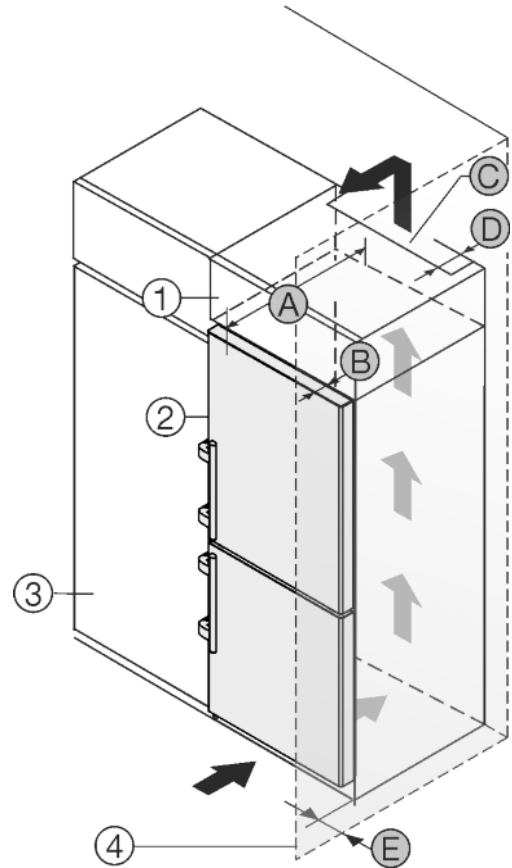

Fig. 45
Пристрій можна комбінувати з кухонними шафами. Для того, щоб пристрій *Fig. 45 (2)* вирівняти по висоті кухонної секції, на пристрій можна встановити антресольну секцію *Fig. 45 (1)*.
Пристрій можна встановлювати безпосередньо поряд з кухонною шафою *Fig. 45 (3)*. Для повного відкриття дверей пристрій повинен виступати на глибину *Fig. 45 (B)* відносно передньої панелі кухонної шафи. Залежно від глибини кухонних шаф та використання пристінних розпірок пристрій можна встановити так, щоб він виступав вперед.
- Задня сторона антресольної шафи повинна мати вентиляційний канал глибиною Fig. 45 (D) вздовж всієї ширини шафи.
- Під стелею приміщення слід дотримуватися поперечного перерізу вентиляційного відведення повітря Fig. 45 (C).
Якщо пристрій з шарнірами встановлюється поряд зі стінкою Fig. 45 (4), то між пристроєм та стінкою слід додержуватися відстані Fig. 45 (E). Це відповідає виступу ручки при відкритих дверцятках.